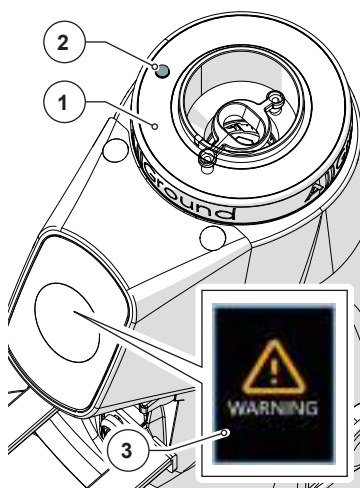

Abb. 5
- **Stift zum Verriegeln/Entriegeln des Stellrings (Abb. 5)**
Dieser Mikroschalter (Teil 1), der nur durch den an der abnehmbaren Kammer vorgesehenen Spezialstift (Teil 2) aktiviert wird, erlaubt das Einschalten des Gerätes nur, wenn die abnehmbare Kammer selbst (Teil 3) in der richtigen Arbeitsposition (Teil 4) arretiert und durch den Stellring blockiert ist (siehe Abb. 5 Teil 1).